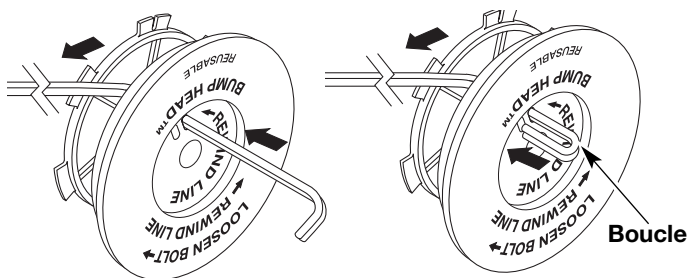

Fig. 33
- Découpez environ 3 m (10 pi) de fil neuf. Insérez une extrémité de fil dans l'un des deux trous du moulinet intérieur (Fig. 33). Tirez le fil jusqu'à ne laisser que 10 cm (4 po) environ.
- Insérez l'autre extrémité du fil dans le trou ouvert du moulinet et tirez sur le fil pour que la boucle soit la plus petite possible (Fig. 33).